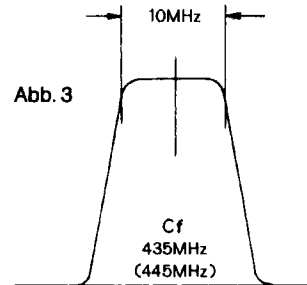

Abb. 3
- (c) TC3001, TC3002 und CV3002 so abgleichen, daß die in Abb. 3 gezeigte Durchlaßkurve erhalten wird.
- (e) PTT drücken, TC3004, TC3005, TC3006 sowie CV3003 so justieren, daß die in Abb. 3 gezeigte Durchlaßkurve erhalten wird.